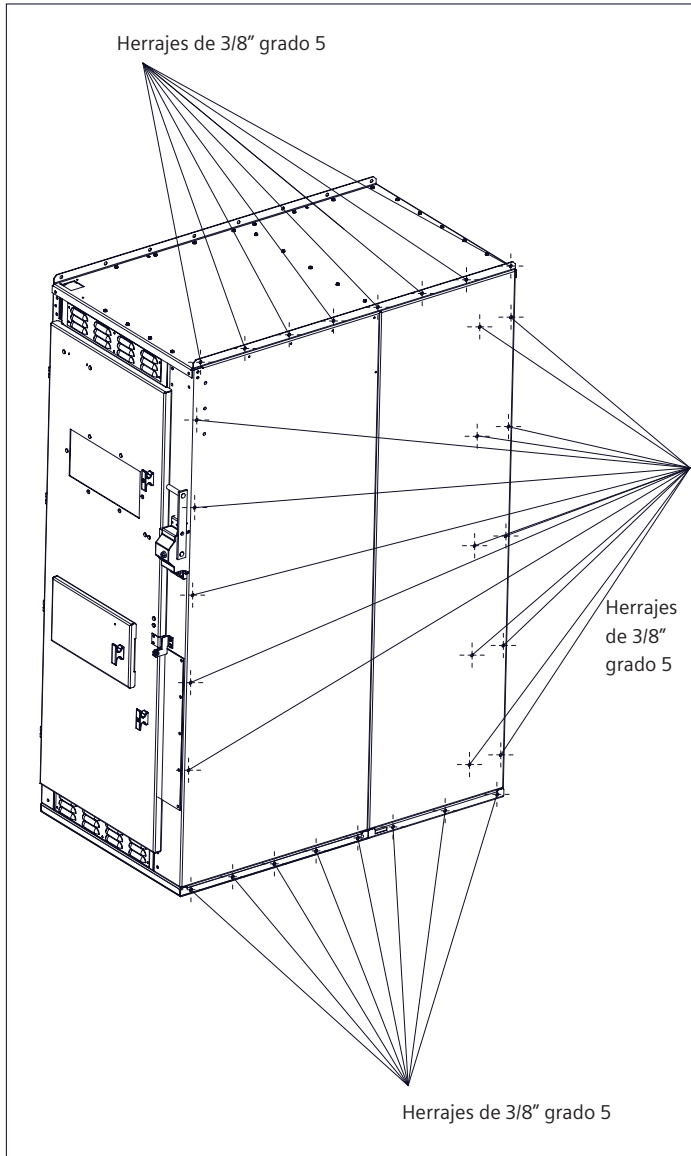

Figura 13: Ubicaciones de atornillado entre unidades
Los grupos de envío de aparellaje de interior se mantienen alineados mediante pernos que sujetan las secciones verticales entre sí. La Figura 13 muestra la ubicación de los sujetadores entre unidades utilizados para unir secciones juntas.
Compruebe que los cubículos están en contacto firme con los soportes y puntos de anclaje y que los agujeros para los pernos de interconexión (consulte la Figura 13. Las ubicaciones de atornillado entre unidades) están alineadas en la página 24. Repita los pasos 3 a 5 e instale todo los herrajes de interconexión.
7. Instale los herrajes de interconexión (consulte la Figura 13: Ubicaciones de atornillado entre unidades en la página 24.) El acceso a los herrajes para los soportes frontales del panel del techo es a través de la abertura disponible con la extracción de la cubierta frontal ventilada en el paso 5.